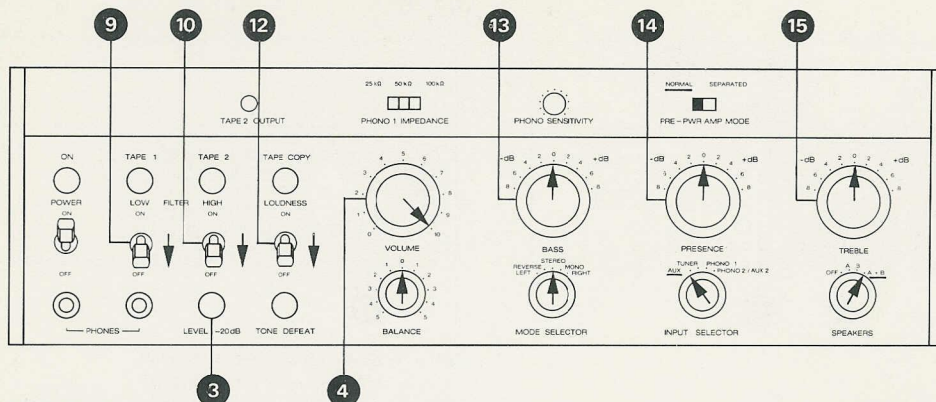

Fig. 5.2.-1
- Bedienungselemente gemäß Fig. 5.2.-1 einstellen.
- Klirrfaktor-Messgerät an Ausgang SPEAKERS A (43) oder B (42) anschließen.
- NF-Generator an Eingang AUX 1 (32) anschließen.
- Mit Regler VOLUME (4) den Ausgangspegel um 30 dB absenken und den Klirrfaktor messen.
- Adjust all operating controls as per fig. 5.2.-1.
- Connect distortion meter to output SPEAKER A (43) or B (42).
- Connect audio generator to input AUX 1 (32).
- Reduce the setting of the VOLUME CONTROL (4) to obtain an output level reduction of 30 dB. Measure distortion at the reduced level.
- Réglez les éléments de commande selon fig. 5.2.-1.
- Branchez le distorsiomètre à la sortie SPEAKERS A (43) ou B (42).
- Branchez le générateur BF à l'entrée AUX 1 (32).
- Abaissez le niveau de sortie de 30 dB à l'aide du réglage de VOLUME (4) et mesurez le taux de distorsion.
- Bedienungselemente gemäss Fig. 5.2.—1 einstellen.
- Voltmeter an Ausgang SPEAKERS A (43) oder B (42) anschliessen.
- NF-Generator an Eingang AUX 1 (32) anschliessen.
- Adjust all operating controls as per fig. 5.2.—1.
- Connect audio voltmeter to output SPEAKERS A (43) or B (42).
- Reglez les éléments de commande selon fig. 5.2.—1.
- Branchez le voltmètre à la sortie SPEAKERS A (43) ou B (42).
- Branchez le générateur à l'entrée AUX 1 (32).
- Voltmeter an linken Ausgang SPEAKERS A (43) oder B (42) anschliessen.
- NF-Generator an linken Eingang AUX 1 (32) anschliessen.
- Connect audio voltmeter to the left channel output SPEAKERS A (43) or B (42).
- Connect audio generator to the left channel input AUX 1 (32).